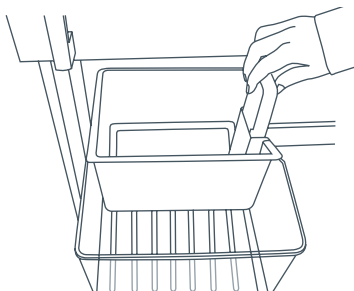

Fig.12 Bac à glaçons et cuillère à glace dans la bonne position
- Si le bac à glaçons est plein ou qu'il a été mal inséré, l'appareil à glaçons ne fonctionne pas. Lorsque le bac est inséré correctement, la cuillère à glace est située à droite du bac à glaçons (reportez-vous à la figure 12 à la page 62). Si le bac à glaçons est retiré, l'appareil à glaçons ne fonctionne pas.